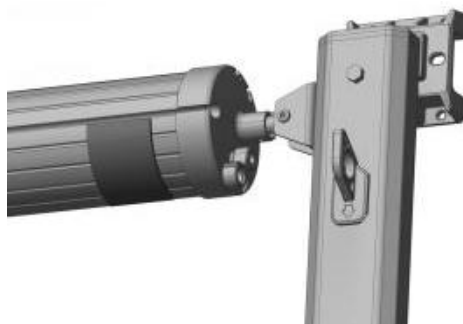

Figure E3
7. Le tissu est plié de manière irrégulière des deux côtés de l'enrouleur, et l'un des côtés ne peut être tendu : vérifiez si la toile de l'auvent est endommagée ou déformée, et remplacez-la. Vous pouvez également appliquer une bande adhésive de réglage d'épaisseur appropriée sur le bord du tube enroulé du côté qui ne peut être complètement tendu (bande fournie séparément), et ajuster ainsi le diamètre de la bâche pour assurer une tension uniforme des deux côtés (Figure E3) .